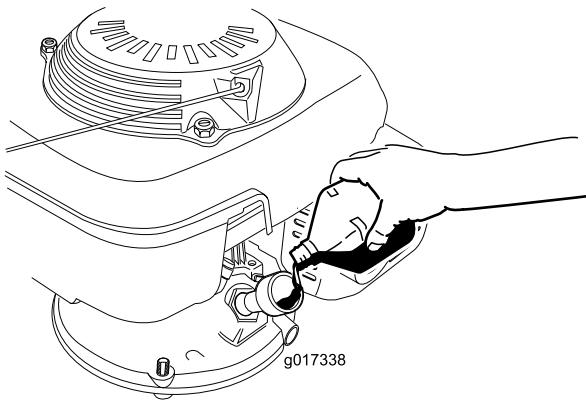

図 8
3. ゆっくりと補給穴からオイルを入れ、3分間待つてからきれいに拭いたディップスティックを差し込み、但しねじ込まないようにして穴の奥まで入れる 図8。